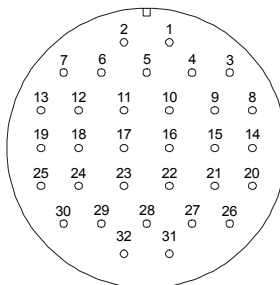

Рис. 9 Разъем для подключения БР
2.2.3.10 БР-02-4 подключить к разъемам БЦП 8 - 11 (см. Рис. 2) при помощи кабелей. Подключение производить в соответствии с Рис. 9, Табл. 3, Табл. 4 и руководством по эксплуатации БР.